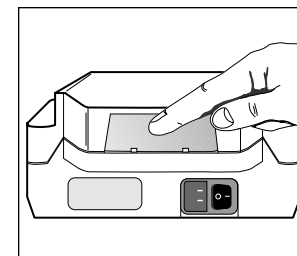

Figure 9
1. Le filtre d'entrée doit être vérifié tous les jours. Le filtre se trouve au dos du dispositif **Figure 9**.